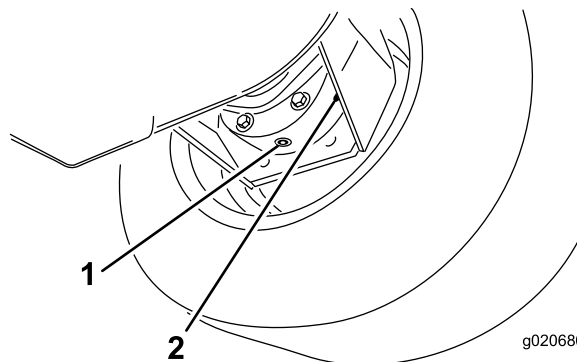

Figure 105
3. Placez un bac de vidange sous le carter de frein et enlevez le bouchon pour permettre à l'huile de s'écouler (Figure 105).